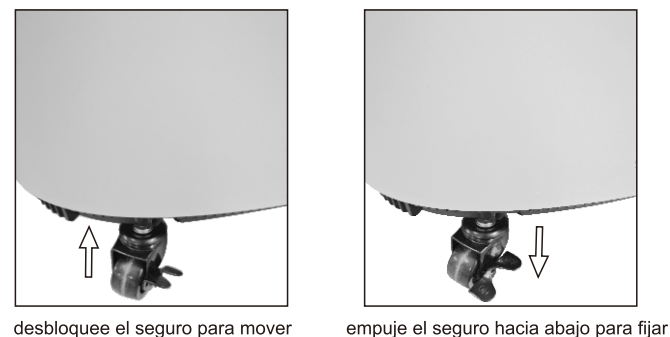

Figura 5: Rueda
2. Si desea mover el concentrador de oxígeno, desbloquee los seguros de las cuatro ruedas. (Figura 5)